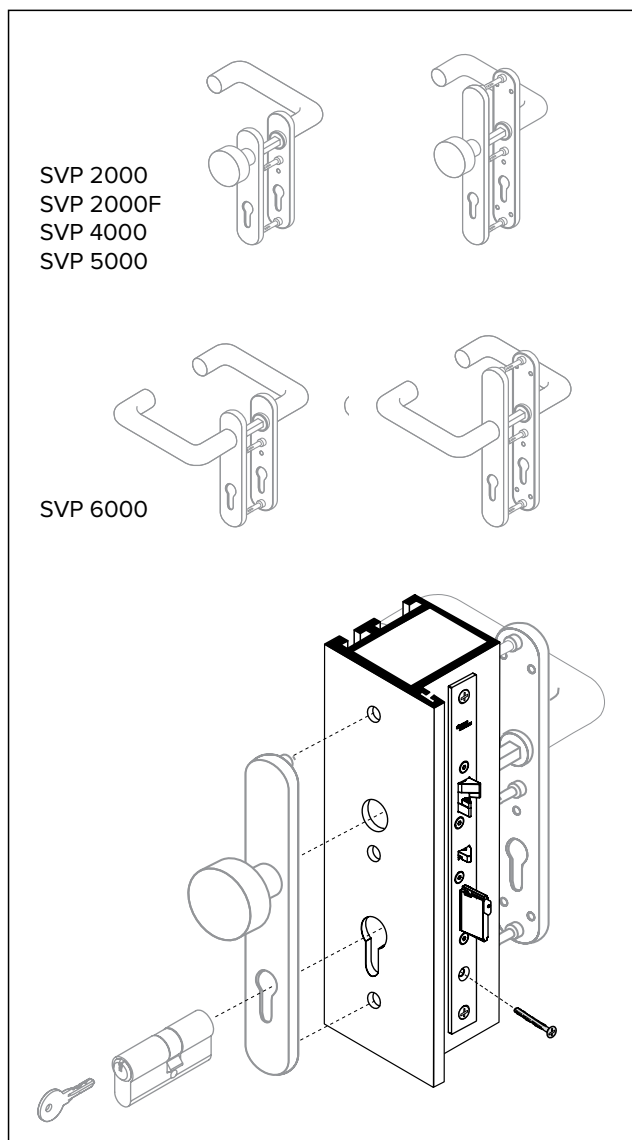

Рис. 18 Установите дверную ручку и цилиндр
4. Установите дверную ручку и цилиндр (рис. 18)